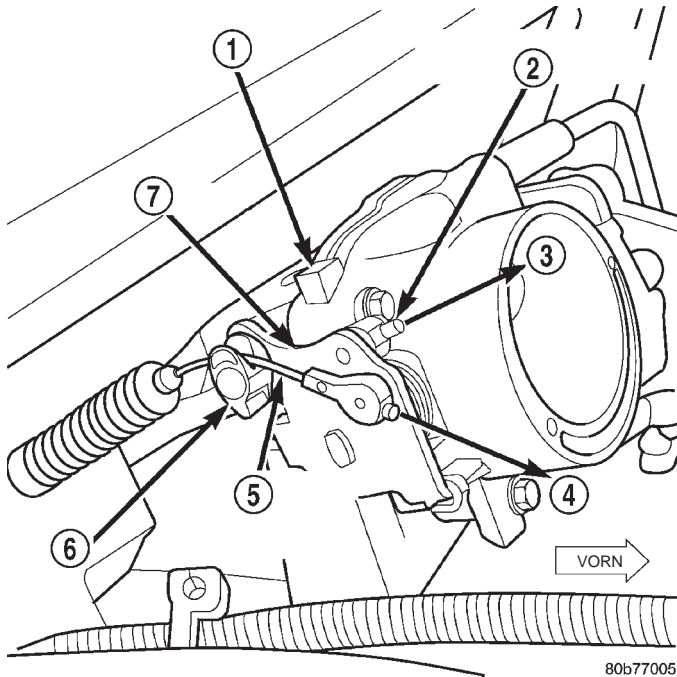

Abb. 5 Nippel der Seilzüge an der Kurbel—4.7L-V8-Motor
(3) Nippel des Gaszugs mit den Fingern vom Stift an der Kurbel des Drosselklappengehäuses in Richtung Fahrerseite abziehen (Abb. 5). **Keinesfalls versuchen, den Nippel durch Schwenken nach oben oder nach unten abzuziehen, da er andernfalls beschädigt werden kann.**
(4) Gaszug nach oben heben und an der Nockenscheibe aushängen (Abb. 5).
(6) Nippel des Tempomat-Seilzugs mit den Fingern vom Stift der Kurbel der Nockenscheibe des Drosselklappengehäuses in Richtung Fahrzeugfront abziehen (Abb. 5). **Keinesfalls versuchen, den Nippel durch Schwenken nach oben oder nach unten abzuziehen, da er andernfalls beschädigt werden kann.**
(5) Gaszug über das Oberteil der Nockenplatte führen (Abb. 5).
(6) Nippel des Gaszugs am Stift der Kurbel des Drosselklappengehäuses einhängen und einrasten lassen.
(7) Gehäuse des Ansaugluftfilters am Drosselklappengehäuse anbauen.
(8) Batterie-Minuskabel (-) an der Batterie anschließen.